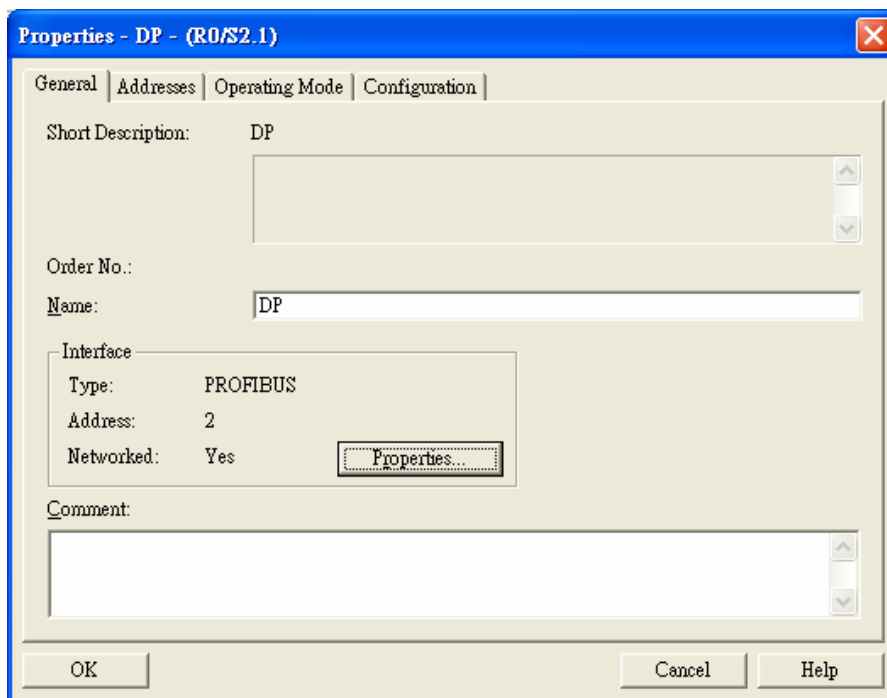

图 10-15
7. 在图 10-15 所示的对话框中对 PROFIBUS DP 总线信息进行确认, 确认无误后点击『OK』按钮。